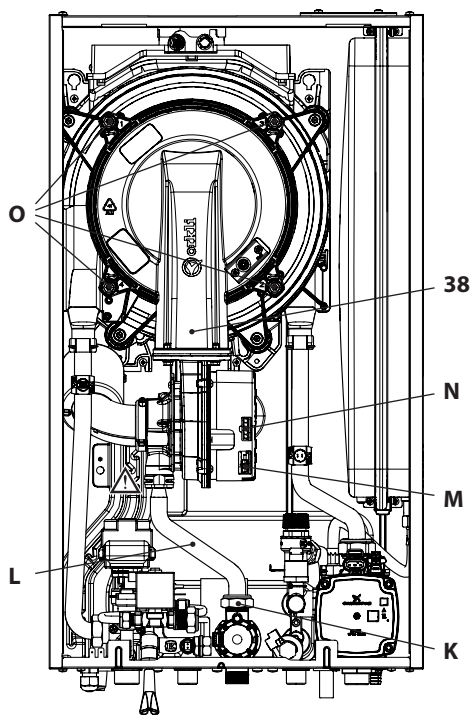

Figura 9.11
Rimozione del gruppo bruciatore ventilatore 38 in Figura 9.11.
- Scollegare il connettore **M** tirandolo verso il basso (Figura 9.11).
- Scollegare il connettore del ventilatore **N** tirandolo verso il basso (Figura 9.11).
- Svitare i dadi **O** e rimuovere il gruppo bruciatore ventilatore **38** (Figura 9.11)